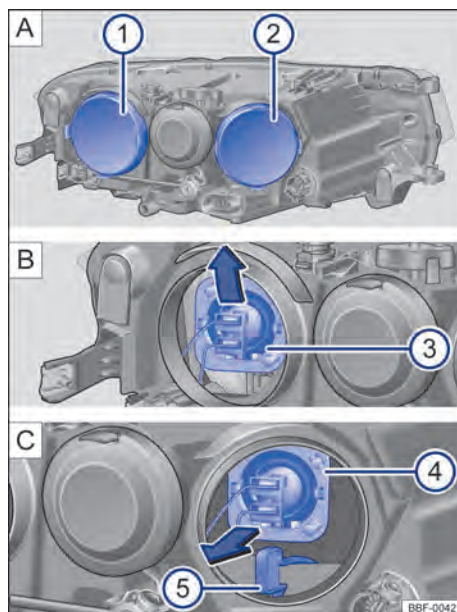

Fig. 185 En el compartimento del motor: ① farol bajo y ② farol alto y luz de posición.
- ① Observar la lista de control y ejecutar las acciones → pág. 248.
- ② Abrir la tapa del compartimento del motor ⚠ → pág. 266.
- ③ Desmontar la respectiva cubierta de goma → fig. 185 A ① e ② en la parte trasera del faro.
- ④ **Luz de cruce:** presione la lámpara incandescente por el portalámparas hacia abajo hasta desencajarla → fig. 185 ③. Retirar la bombilla tirándola hacia atrás.
Luz de carretera: presione la lámpara incandescente por el portalámparas hacia arriba hasta desencajarla → fig. 185 ④. Retirar la bombilla tirándola hacia atrás.
Intermitentes: retire el portalámpara con la lámpara incandescente tirando de hacia atrás → fig. 185 ⑤.
- ⑤ Cambiar la bombilla quemada por una bombilla nueva del mismo modelo.
- ⑥ **Luz de cruce:** encajar la lámpara con el conector en la apertura del faro y presionarla hacia adentro hasta que se trabase firmemente → fig. 185 ③. La saliente de la bombilla debe estar orientada hacia arriba y se debe montar en el encaje del reflector del faro.
Luz de carretera: encajar la lámpara con el conector en la apertura del faro y presionarla hacia adentro hasta que se trabase firmemente → fig. 185 ④. La saliente de la bombilla debe estar orientada hacia abajo y se debe montar en el encaje del reflector del faro.
Intermitentes: insertar el portalámpara con la lámpara incandescente en el faro hasta el tope → fig. 185 ⑤
- ⑦ Montar la cubierta de goma correspondiente
- ⑧ Cerrar la tapa del compartimento del motor → pág. 266.
- ⑨ Después de montar la lámpara nueva, regular la intensidad del faro.